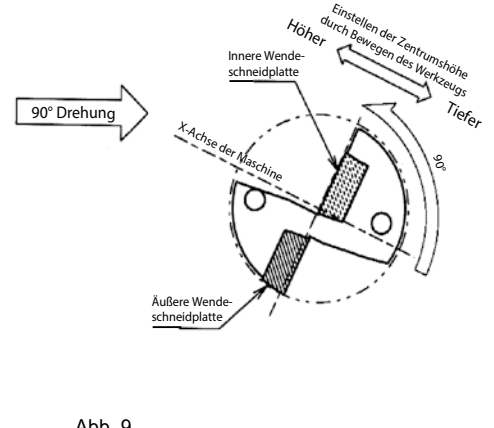

Abb. 9
- Sollte der Kerndurchmesser danach zu groß sein, den Bohrer gemäß Abb. 9 um 90° gegen den Uhrzeigersinn drehen (äußere Wendeschneidplatte steht tiefer) und die Zentrumshöhe durch Verstellen des Werkzeugs in Richtung X-Achse einstellen. (Jedoch kann dann der Bearbeitungsdurchmesser nicht angepasst werden.)